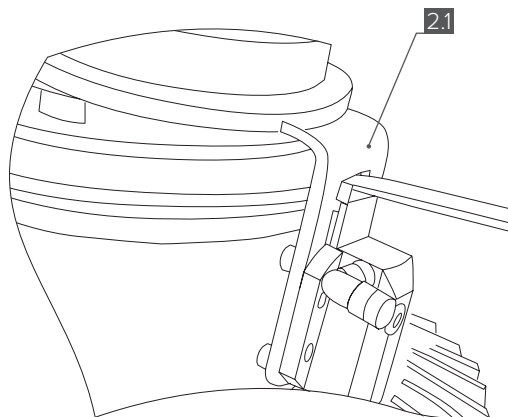

Рис. 7
- 4.2 Установите корпус подшипника **[2.1]** на блокировку. Вставьте отвертку в паз вилки привода и приподнимите корпус подшипника. Это приведёт к сжатию пружины, расположенной внутри актуатора, необходимому для установки пневматического привода (Рис. 7).